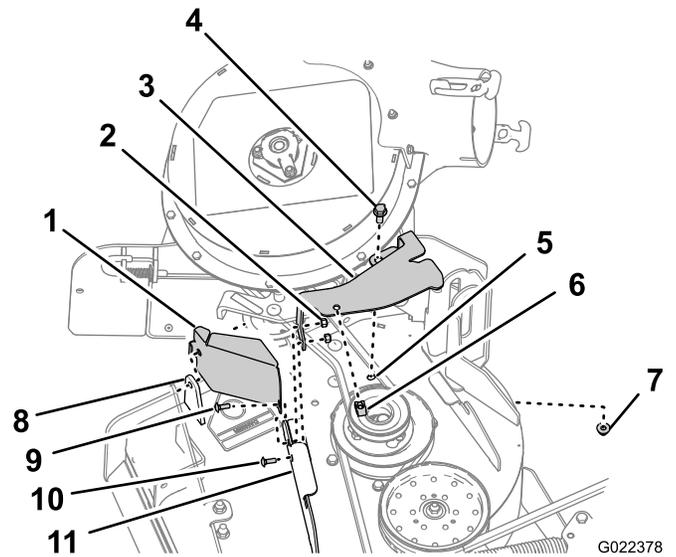

Bild 6
1. Fluchten Sie die Löcher des CE-Rollenschutzes entsprechend den Löchern an der vorderen Deflektorhalterung und den Außenlöchern in der vorderen Deckflansch aus (Bild 6).
2. Fluchten Sie die CE-Riemenabdeckungshalterung entsprechend den Löchern auf der Rückseite der Vordermähwerkflansch aus (Bild 6).
3. Befestigen Sie den CE-Rollenschutz und die Riemenabdeckungshalterung an die Vordermähwerkflansch an dem Loch auf der Außenseite mit der Schlossschraube (1/4 x 1 Zoll, CE-Kit) und der Sicherungsmutter (1/4 Zoll, Gebläse-Kit), die Sie bei Schritt 1 von Entfernen der Riemenabdeckungshalterung (Seite 3) entfernt haben; siehe Bild 6.
4. Befestigen Sie die Riemenabdeckungshalterung an die Vordermähwerkflansch an dem Loch auf der Innenseite mit einer Schlossschraube (1/4 x 3/4 Zoll, Gebläse-Kit) und der Sicherungsmutter (1/4 Zoll, Gebläse-Kit), die Sie bei Schritt 1 von Entfernen der Riemenabdeckungshalterung (Seite 3) entfernt haben; siehe Bild 6.
5. Fluchten Sie das Loch in der hinteren Flansch der CE-Riemenabdeckungshalterung entsprechend dem Loch im Mähwerk, an dem Sie die OEM-Riemenabdeckungshalterung in Schritt 1 von Entfernen der Abdeckungbefestigungshalterung (Seite 3) entfernt haben, aus; siehe Bild 6.
Flanshmutter (3/8 Zoll) an dem Mähwerk, von dem Sie sie in Schritt 1 von Entfernen der Abdeckungsbefestigungshalterung (Seite 3) entfernt haben; siehe Bild 6.
7. Fluchten Sie die Klippmutter entsprechend dem Loch an der Spitze der CE-Riemenabdeckungshalterung aus und drücken Sie die Klippmutter auf die Halterung (Bild 6).